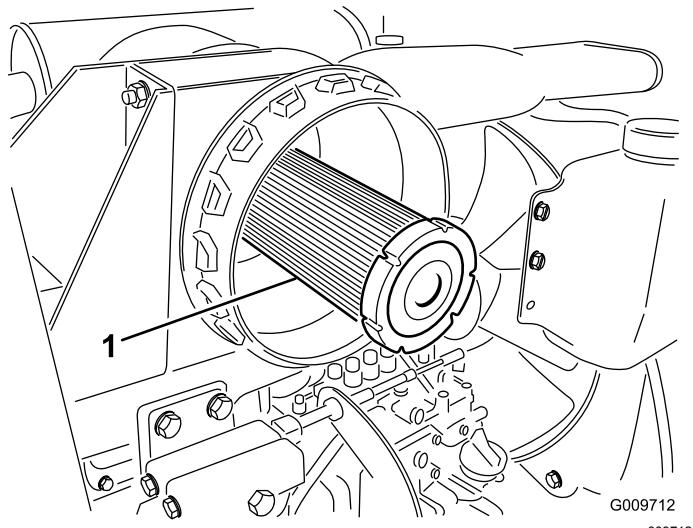

図 82
**重要**安全フィルタは絶対に洗わないでください図 82。安全フィルタは、一次フィルタの 3 度目の整備の時に交換してください。